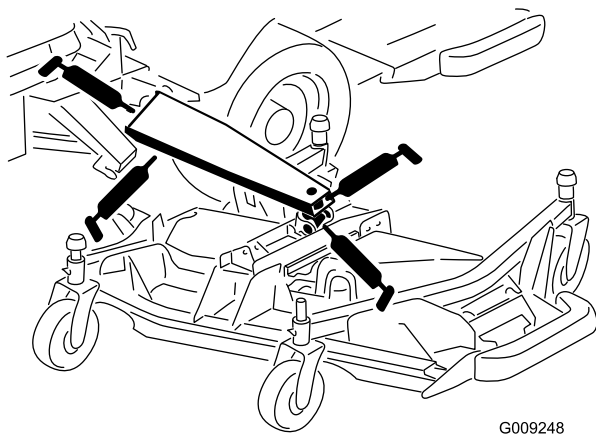

Bild 57
- Haupthubarmbüchsen (3) (Bild 57)
- Hubzylinderbüchsen (1) (Bild 57)